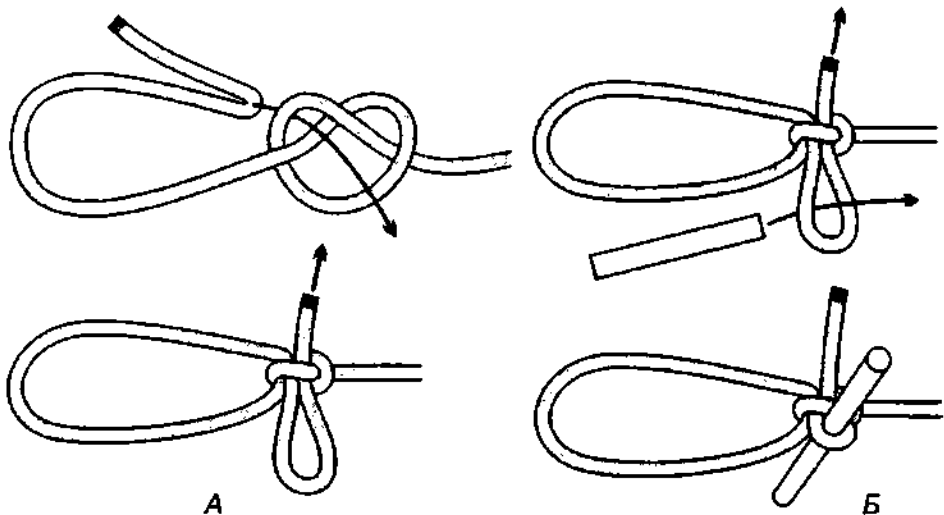

Рис. 197. А – **быстроразвязывающийся скотский узел**; Б – **скотский узел** с клевантом.
**Скотский узел**, завязанный с петелькой, несколько крепче обычного **скотского узла** (рис. 197 А). Если в петельку вставить клевант, то крепость и безопасность **скотского узла** значительно повышается (рис. 197 Б). Такой узел уже способен выдерживать переменную нагрузку, и даже резкие рывки узлу с клевантом совершенно не грозят.